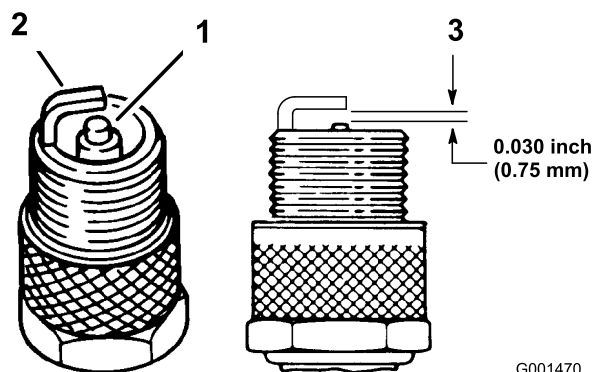

Figura 31
3. Compruebe el estado del electrodo lateral, el electrodo central y el aislamiento del electrodo central para verificar que no están dañados (Figura 31).
4. Ajuste el hueco entre los electrodos central y lateral a 0,762 mm (Figura 31).